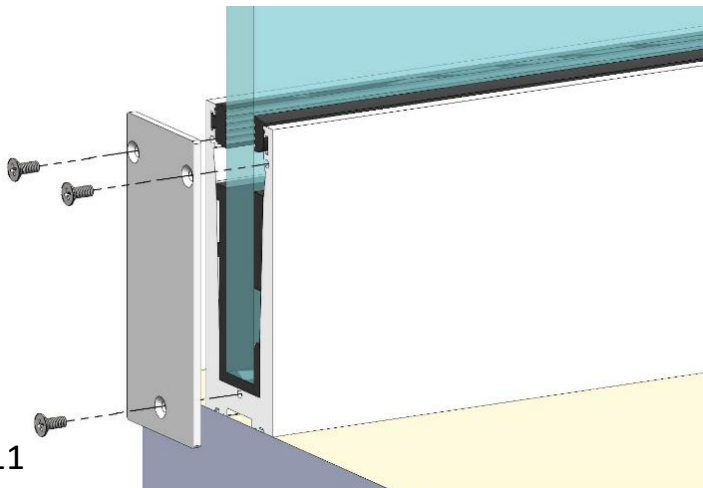

Figura 11
- En el caso que la barandilla lleve incluidas las tapas laterales, atornillar las tapas al canto del perfil “U” o el Perfil “UL”, en los taladros habilitados para ello (Figura 11).